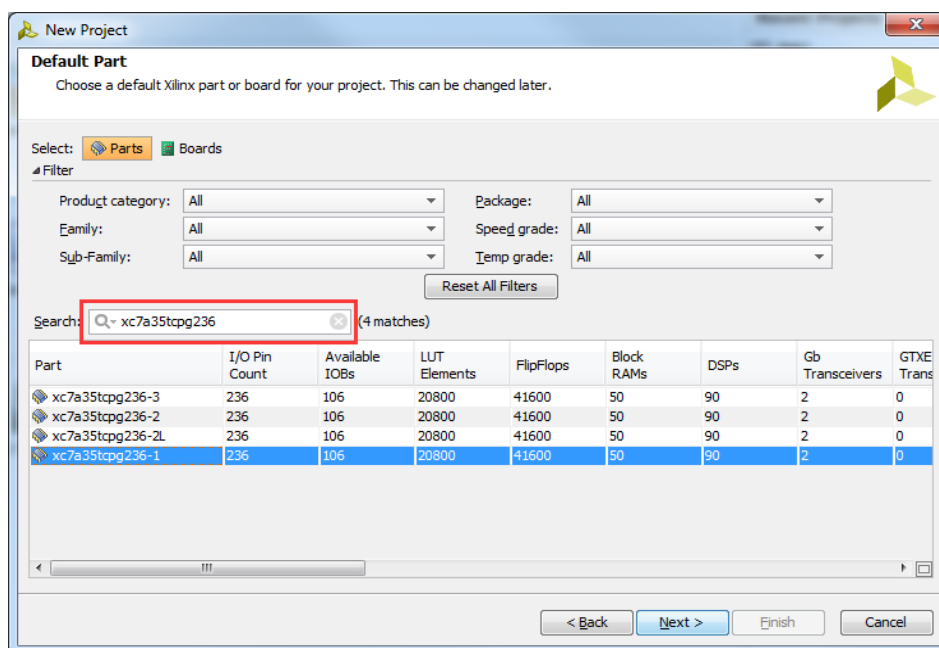

图 2-5 板卡选型
5) 在器件板卡选型界面中，如图 2-5，在 Search 栏中输入 xc7a35tcpg236 搜索本次实验所使用的 Basys3 板卡上的 FPGA 芯片。并选择 xc7a35tcpg236-1 器件。（器件命名规则详见 xilinx 官方文档）点击 Next。